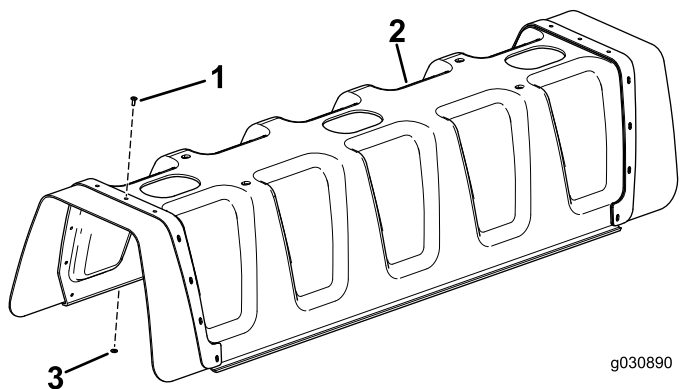

Bild 4
3. Bringen Sie 11 Blindnieten (3/16" x 1/2") und Scheiben (3/16") an der mittleren Auslegerabdeckung an (Bild 4).